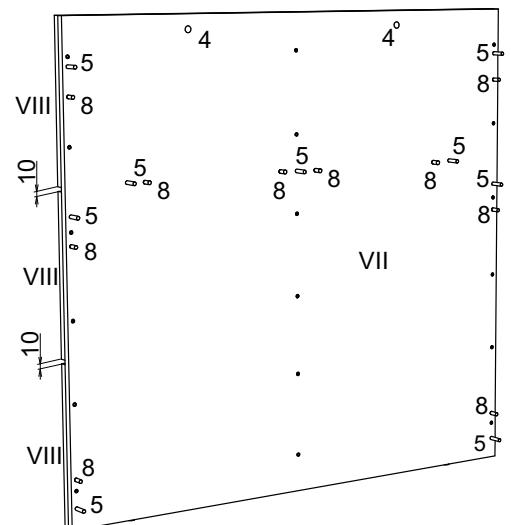

рис. 1
К задней стенке (VII) саморезами 3,5x20 (9) прикрепить накладки (VIII). В соответствующие отверстия в задней стенке (V) вставить шканты (1), вкрутить дюбеля эксцентриков (5) и вставить эксцентрики (4) стрелкой в направлении отверстия. В нижние торцевые отверстия задней стенки (VII) вбить крепежи для опор (7) и вкрутить опоры (8)(рис. 1).